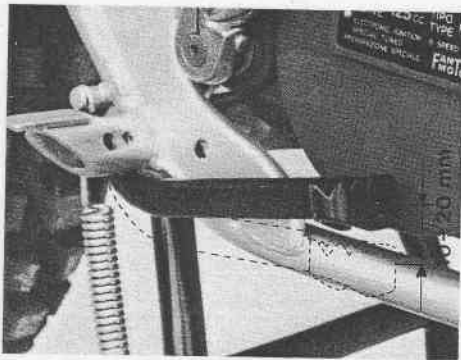
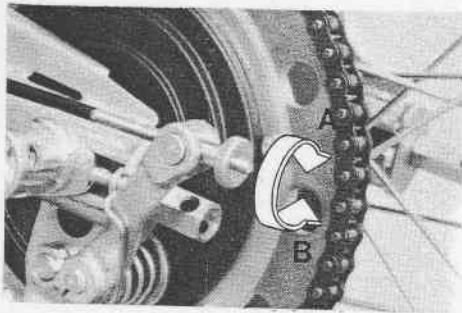

Fig. 23 - Pedale freno post.
Fig. 24 - Registro pedale freno
- Avvitare o svitare il dado zigrinato (Fig. 24) posto sull'astina di comando, fino a lasciare una corsa a vuoto all'estremità del pedale di circa $10 \div 20$ m/m (Fig. 23).
- Ruotando il dado zigrinato nella direzione A, indicata in Fig. 24, si diminuirà il gioco del pedale, al contrario, nella direzione B si aumenterà il gioco.